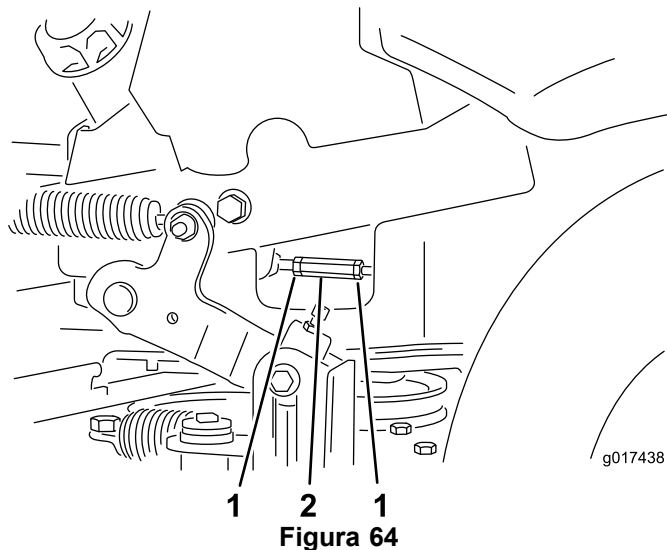

Figura 64
7. Portate le leve di controllo del movimento in posizione di folle. Regolate le aste di controllo della pompa allentando i due controdadi e ruotando il dado di regolazione nella direzione opportuna, finché le ruote girano leggermente indietro (Figura 64). Spostate le leve di controllo del movimento in posizione di retromarcia e applicate una leggera pressione alla leva per consentire alle molle dell'indicatore di retromarcia di riportare le leve in folle. Le ruote non devono più girare o spostarsi leggermente indietro.
8. Serrate i due controdadi contro il dado di regolazione (Figura 64).